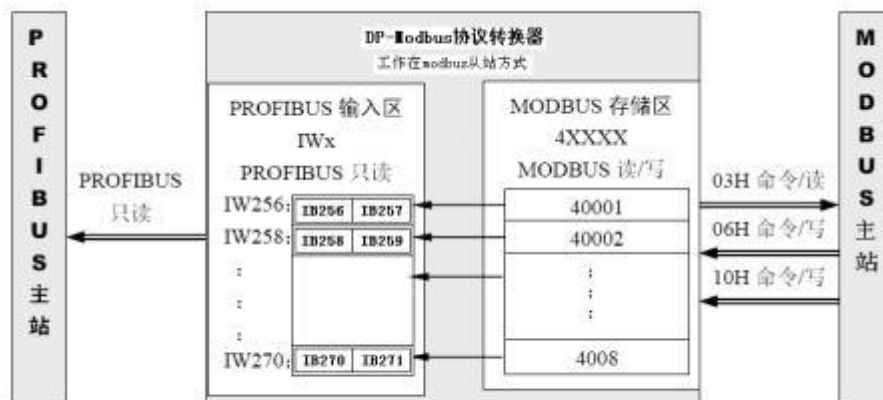

图3-11
- c. 举例说明在 5#槽中插入“Input:8 Words (4xxxx)”——建立 MODBUS 保持寄存器 4XXXX 与 PROFIBUS 输入的联系。选中 5#槽，然后双击“Input:8 Words (4xxxx)”，5#槽中插入“215 Input:8 Words (4xxxx) IB256..IB271”。本 MODBUS 模块建立了 PROFIBUS 输入 IW256-IW270(该地址由 PROFIBUS 主站自动分配，8 Words)与 MODBUS 保持寄存器 40001-40008 的对应关系；即：PROFIBUS 的 IW256-IW270(8 Words)可以读到(DP-Modbus 协议转换器作为 modbus 从站时内部的) MODBUS 保持寄存器 40001-40008 中的数据，见图 3-11